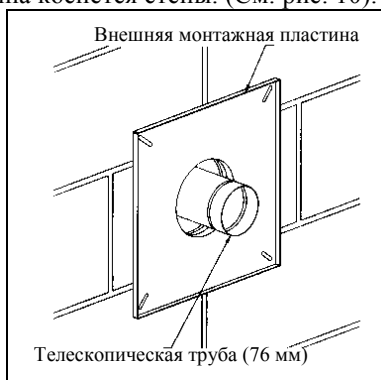

Рис. 10
9. Вставьте 127мм трубу снаружи здания через отверстие в стене до положения, когда внешняя монтажная пластина коснется стены. (См. рис. 10).